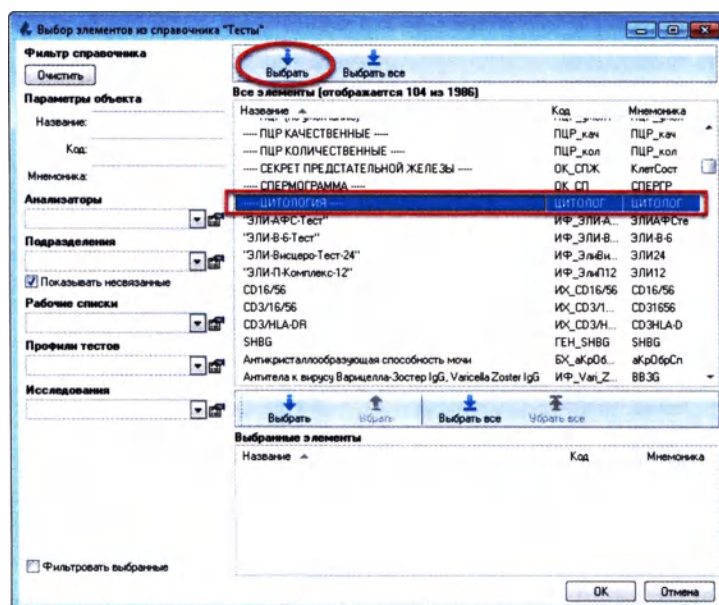

Рисунок 5.33
3. В открывшемся справочнике тестов в таблице «**Все элементы**» выберите работу, щелкнув по ней 2 раза левой кнопкой мыши или нажав кнопку «**Выбрать**» (Рисунок 5.33):